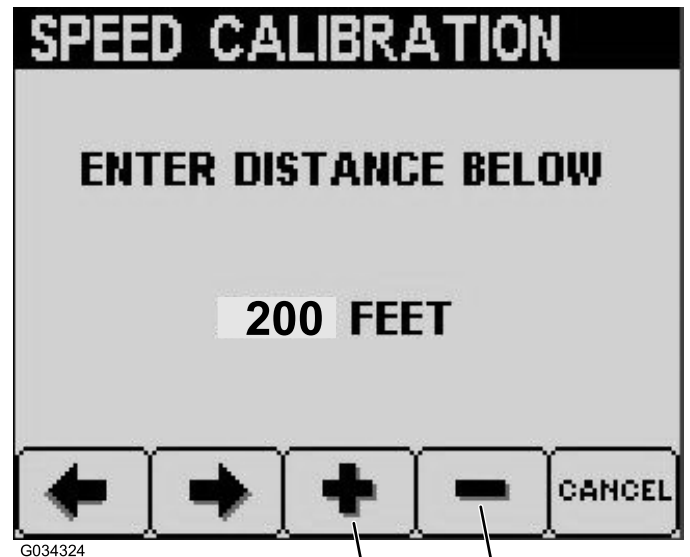

Figura 32
7. Premete il pulsante 3 per aumentare la distanza desiderata o premete il pulsante 4 per ridurre la distanza desiderata (Figura 32).